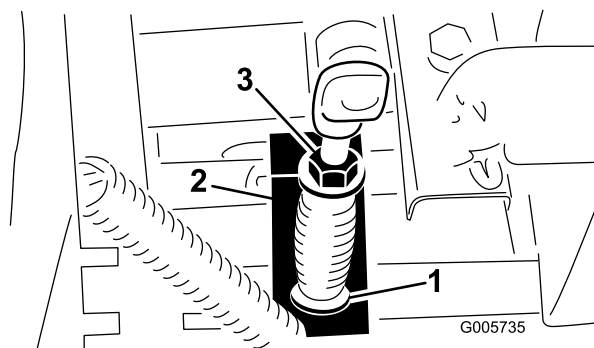

Figura 66
3. Meça o comprimento da mola da tomada de força entre as anilhas planas (Figura 66). Deverá existir uma folga de 81 mm.
4. Para efectuar o ajuste, fixe a cabeça do parafuso de ajuste com uma chave (debaixo do braço de activação da tomada de força) e rode a porca de retenção (Figura 66).